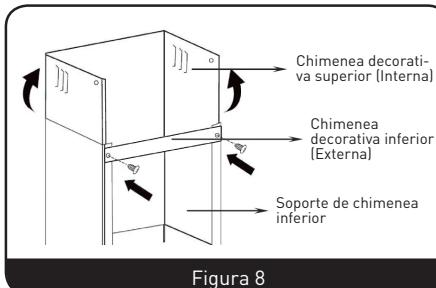

Figura 8
5. El soporte de chimenea inferior sirve para fijar en su sitio la chimenea decorativa inferior. Utilizando 2 tornillos de 4 x 8 mm, fije el soporte de chimenea decorativa a la chimenea decorativa inferior. Antes de fijar el soporte la chimenea, decida la ubicación de los orificios de fijación del soporte y, a continuación, fíjelo a la pared utilizando 2 espieches y 2 tornillos ST4 x 30 mm. No apriete los tornillos en exceso y asegúrese de que la chimenea decorativa superior pueda desplazarse libremente a fin de poder ajustar su altura una vez instalada. (Figura 8)